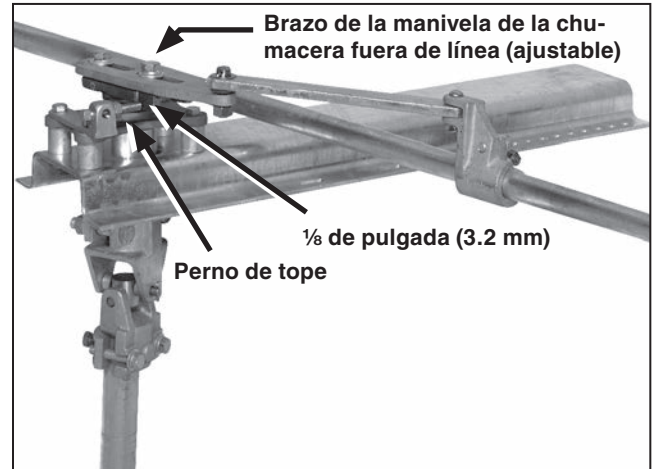

Figura 35. Verificación de que el brazo de la manivela se encuentre en la posición de sobre movimiento y contra el perno de tope.
- Cada mecanismo de movimiento de cada polo del interruptor deberá asentarse contra su tope cerrado. El brazo(s) de la manivela de la chumacera fuera de línea deberá estar en la posición de movimiento en el sobre-centro y apoyarse en el(los) perno(s) de tope. Vea la Figura 35 en la página 27.
- (f) Cuando se utiliza un Operador de Interruptores Tipo AS-1A de S&C, un Operador de Interruptores Tipo LS-2, o un Operador de Interruptores Automático 6801M de S&C, verifique que haya un espacio de aproximadamente $\frac{1}{8}$ de pulgada. Vea la Figura 35. Este espacio evita la flexión del perno de tope durante la operación eléctrica. Ajuste el perno de tope durante la operación eléctrica. Ajuste el perno de tope para proporcionar este espacio después de cualquier otro ajuste que haya realizado para lograr el cierre total, cualquier acción de la carrera o el movimiento. Asegúrese de reapretar la tuerca de seguridad cuando el ajuste esté terminado.